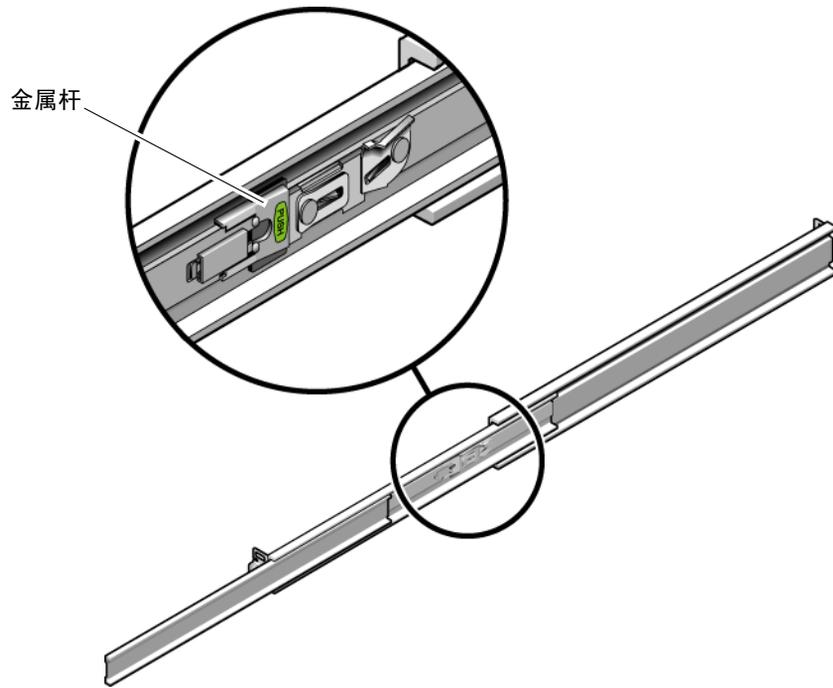

图 2-3 解开滑轨中部的锁定
d. 按下滑轨中部（图 2-3）的金属杆（标记有 Push 字样），然后将中部推回机架。